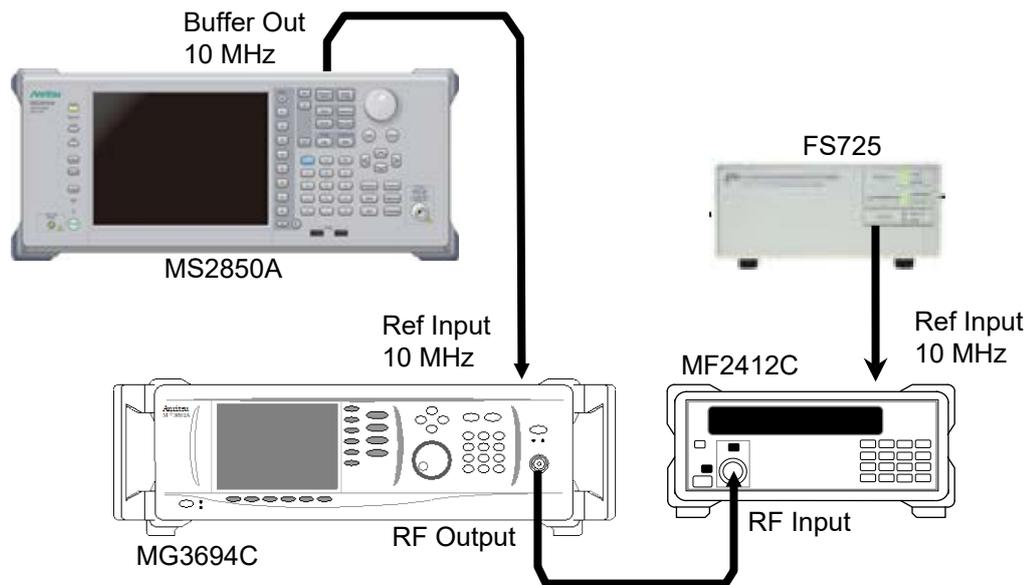

図 6.2.8-1 内部基準発振器
4. 図 6.2.8-1 のように本器と試験用測定器を接続します。